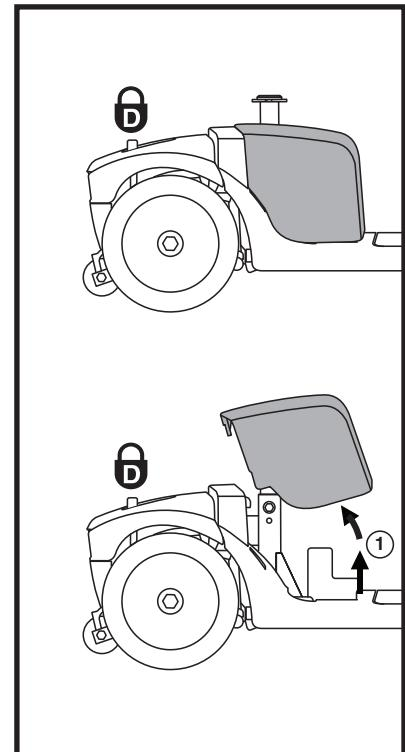

Abb. 8. Battery Entfernen/Anbringen der Verkleidung
1. Entfernen Sie den Sitz und die hintere Abdeckung. Siehe Abb. 8.